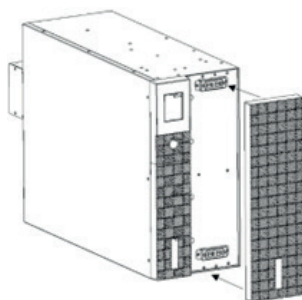

Рисунок 15
6. Установите на место крышку передней панели (рис. 15).